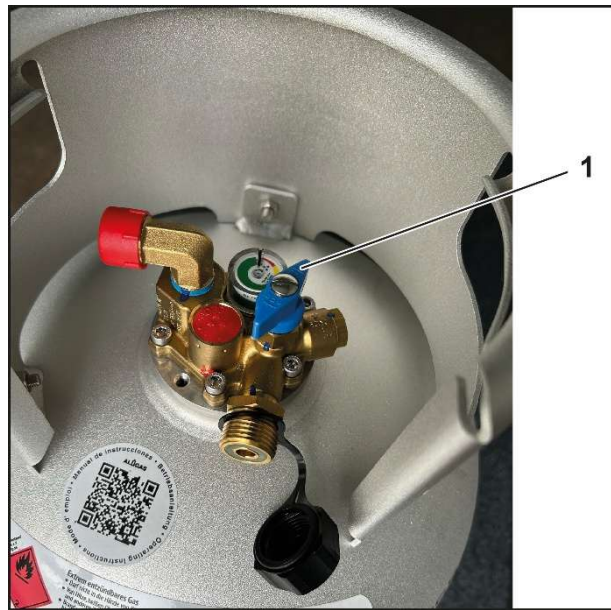

Abb. 10
1. Schließen Sie das Gasabsperrrventil (Abb. 10/1).